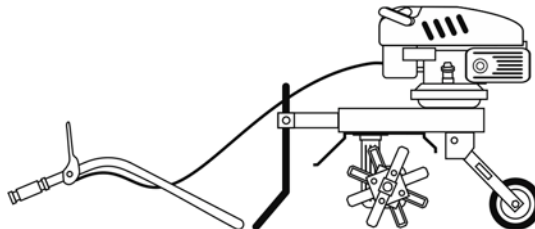

Рис. 4.3.
5. Встановити мотокультиватор з опорою на ротор і на транспортувальне колесо (див. Рис. 4.3.). Вставити сошник в тримач сошника і відрегулювати його на необхідне положення по висоті, закріпити шплінтом з доданого комплекту.